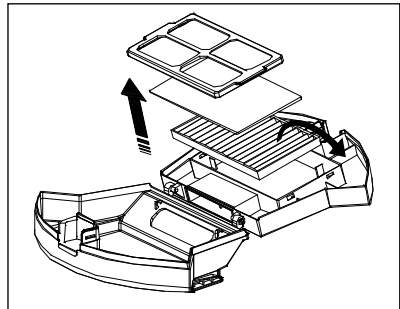

Fig. 10
- 4) Agarre as duas patilhas do filtro de rede e retire-o do compartimento do filtro EPA 7. Retire o filtro EPA 7 e o filtro de espuma do compartimento, utilizando a patilha (ver fig. 10).